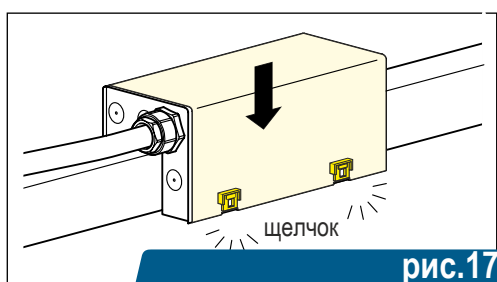

рис.17
- **Рис.17** Зажать кабельный зажим до полного прилегания к кабелю, надеть и защелкнуть крышку отсека питания